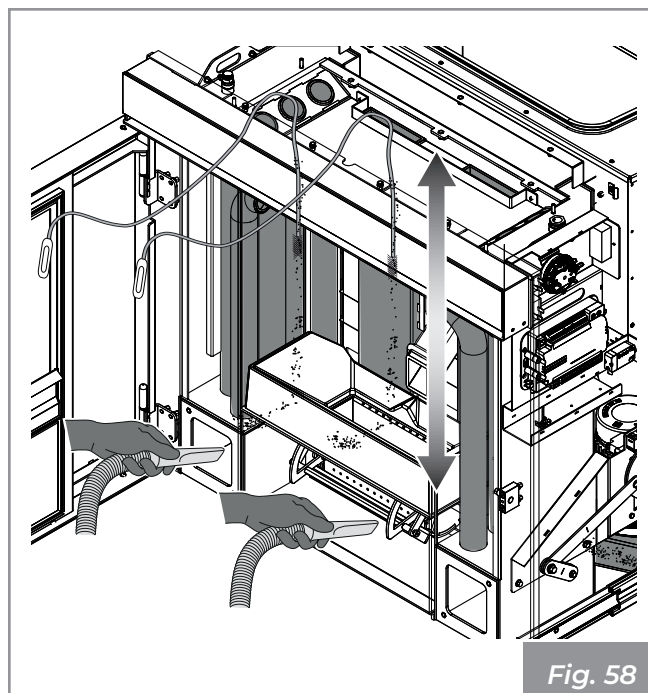

Fig. 58
- Utilizar un cepillo con mango flexible para limpiar los tubos de intercambio presentes en la cámara de combustión **(Fig. 58)**